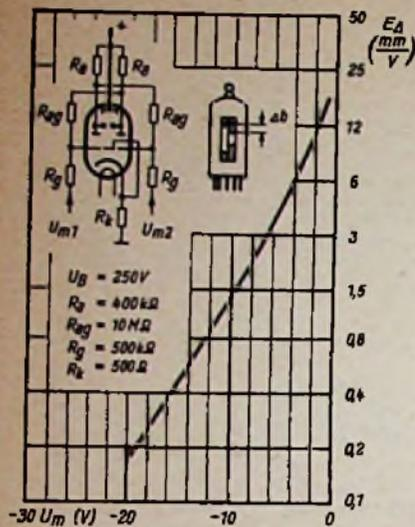

Bild 8. E_A = Differenzanzeigempfindlichkeit der EMM 801
2. Um den Steuerbereich der Röhre und insbesondere die Anzeigeempfindlichkeit für Spannungsdifferenzen zu steigern, wurde die spezielle Schaltung Bild 8 entwickelt. Sie zeichnet sich dadurch aus, daß über die Widerstände R_{a1} jeweils die Anode des einen Systems mit dem Gitter des anderen gekoppelt ist. Tastet man jetzt z. B. das linke System auf, indem man die Spannung U_{g1} von -9 V auf $+8$ V ändert, dann wird infolge des höheren Anodenstromes die Anode a_1 negativ und damit auch über R_{a2} das Gitter g_{11} . Während also die Schattenlänge des linken Systems größer wird, verringert sich gleichzeitig die des rechten Systems, ohne daß die eigentliche Steuerung an diesem System sich zu ändern braucht. Die Differenz zwischen den Schat-